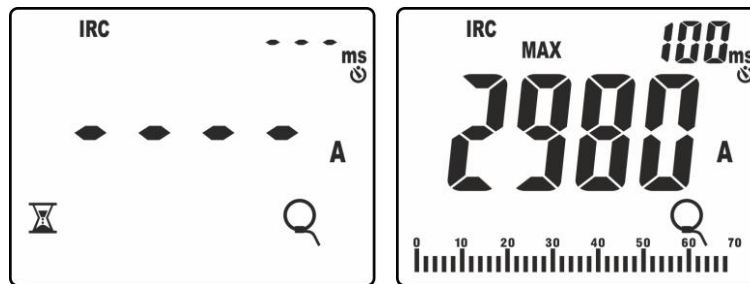

Abb. 41: Ermittlung Ereignis Anlaufstrom
8. Drücken Sie die Taste **GO/HOLD** zum Starten der Funktion. Das Gerät wartet auf die Ermittlung des Ereignisses (gemessener Wert höher als die festgestellte Trigger-Grenze gleich **1%FS Zange: z.B. 30A für FS = 3000A**) und zeigt das Symbol “” im Display (siehe Abb. 41 – linke Seite).
9. Bei der Ermittlung eines Ereignisses **hält die Messung automatisch an** und das Gerät zeigt im Hauptdisplay den Wert **Max RMS** kalkuliert in einer Bewertungszeit von **100ms** (Werkseinstellung), wird im sekundären Display angezeigt (siehe Abb. 41 – rechte Seite).